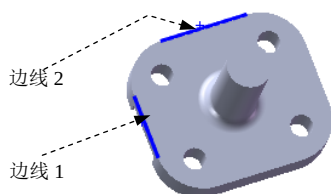

图 3.19.3 选取参考边线
Step4. 定义阵列参数。单击以激活 **方向 1** 区域中  按钮后的文本框, 选取图 3.19.3 所示的边线 1 为方向 1 的参考边线, 在 **方向 1** 区域的  文本框中输入数值 40.0, 在  文本框中输入数值 2; 单击以激活 **方向 2** 区域中  按钮后的文本框, 选取图 3.19.3 所示的边线 2 为方向 2 的参考边线, 在 **方向 2** 区域的  文本框中输入数值 50.0, 在  文本框中输入数值 2。